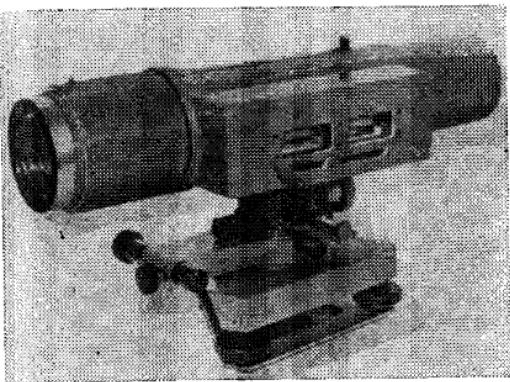

Рис. 13. Нивелир Н1
**3.6.** Нивелир Н1 (рис. 13) предназначен для производства нивелирования 1-го класса, может применяться для наблюдений за осадками и деформациями зданий и сооружений и при высокоточном монтаже оборудования.